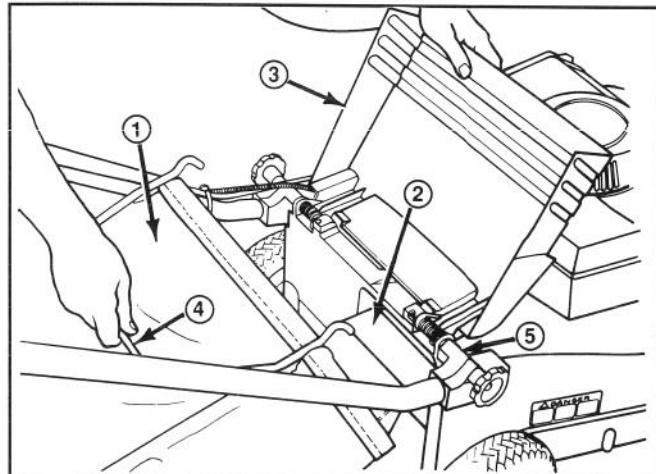
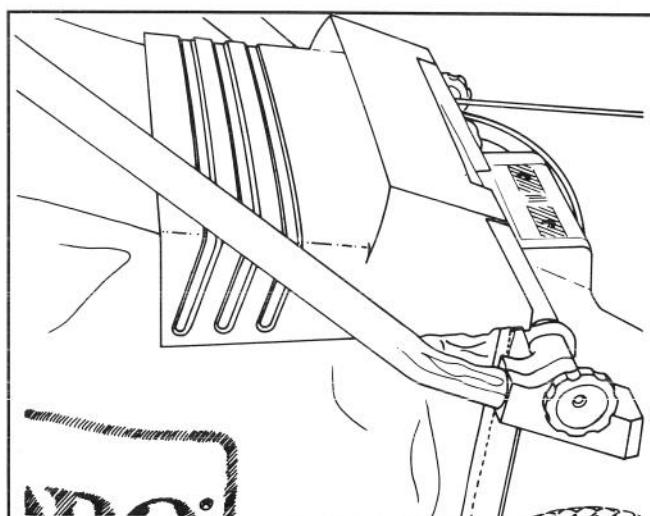

Abbildung 11
Abbildung 12
2. MONTAGE DES SACKS—Die Auswurfklappe anheben, den Ansatz des Sacks in die Auswurfoffnung schieben und den Sackrahmen auf den Haltebolzen am Gehäuse schieben (Abb. 11). Die Auswurfklappe soll auf der Oberseite des Sacks aufliegen (Abb. 12).